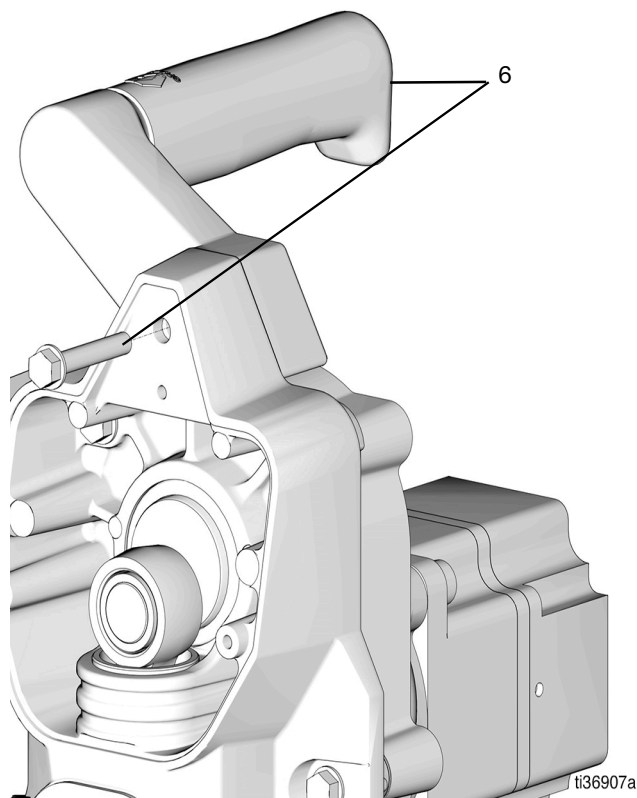

Рис. 13
13. Закрепите рукоятку (6) винтом (6) и надежно затяните (Рис. 13).